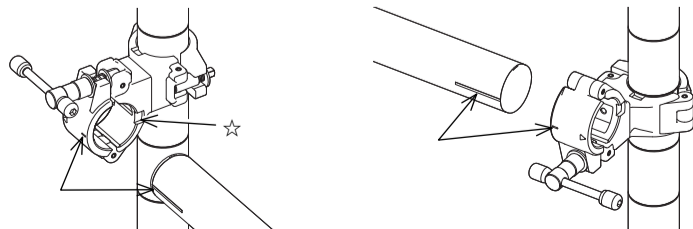

図3
- カーブした横パイプを縦パイプユニットに片方ずつ取付けます。横パイプの両端には、カーブパイプを簡単に水平にセットするためのガイドラインが入っています。J30TSのTハンドルを緩めてクランプ部を開き、横パイプに記されたラインを、図3のようにフタにあるラインに合わせて固定します。組み付け中に縦パイプが倒れないように、角パイプを踏みながら作業する等注意して下さい。
- 縦パイプの傾きや角脚パイプに浮きが無い事を確認し、横パイプの左右にメモリーロック(A13S)を取り付けます。A13S側面の四角い突起が図3に☆印で示したJ30TSの内側の溝に噛み合うようにセットし、チューニングキーで締めて固定して下さい。